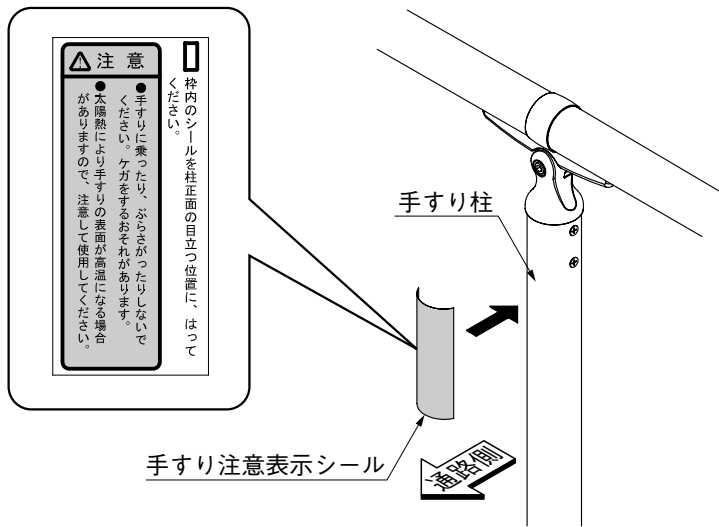

図3-1
- 1 図3-1を参照して、φ38手すりビームを切詰めてください。
(図3-1参照)